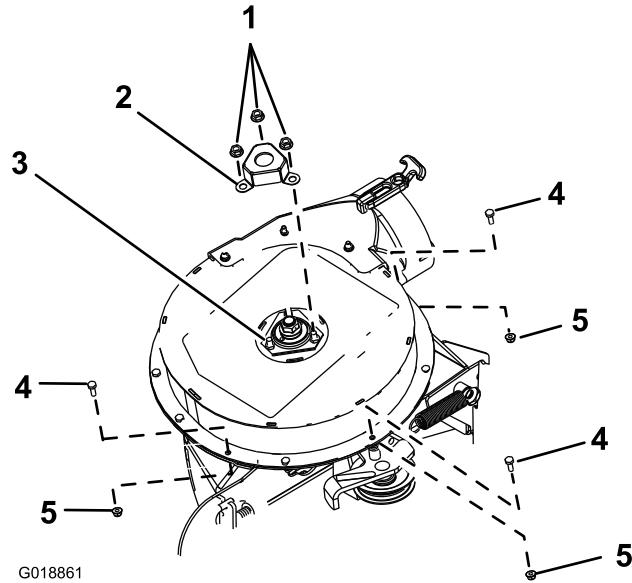

Bild 6
1. Entfernen Sie die gezackten Muttern, mit denen die Wellenabdeckung am Gebläse befestigt ist (Bild 6).
2. Nehmen Sie die Wellenabdeckung ab und werfen sie weg (Bild 6).
3. Entfernen Sie die drei Sechskantschrauben (1/4" x 3/4") und drei Sicherungsmuttern (1/4") vom Gebläsegehäuse, wie in Bild 6 abgebildet.